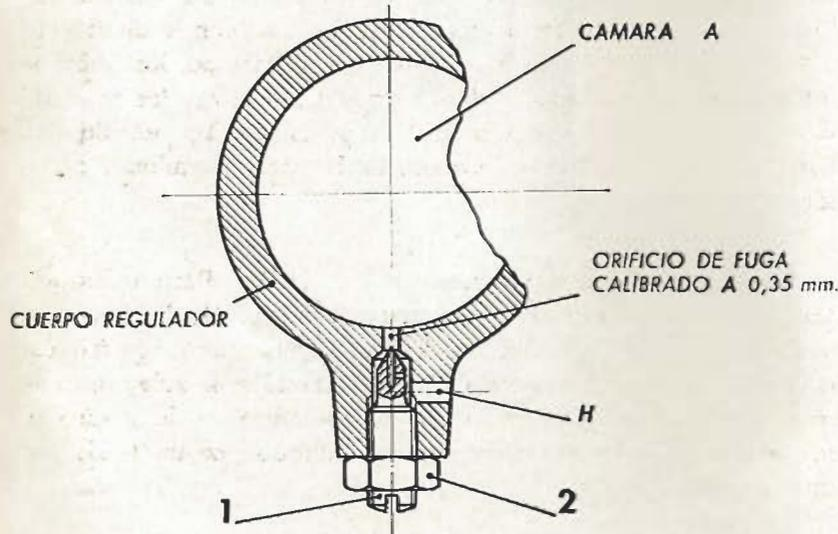

Fig. 11.3. - Detalle del tornillo regulador calibrado
a) **Baja presión en el depósito de aire, inferior a 6 Kg./cm.² y continuando el compresor impulsando aire al exterior.** Puede ser por obstrucción en el paso del tornillo-regulador (1, fig. 11.3). Para corregirlo limpiar cuidadosamente el orificio de 0,35 mm. que lleva dicho tornillo, montarlo nuevamente hasta llegar a tope con el cuerpo, y asegurar dicho tornillo con su contratuerca.
b) **Con compresor parado y la presión del depósito a 6 Kg./cm.², se escapa el aire por H (fig. 11.3).** — Es ocasionado por no cerrar perfectamente el asiento de la membrana.